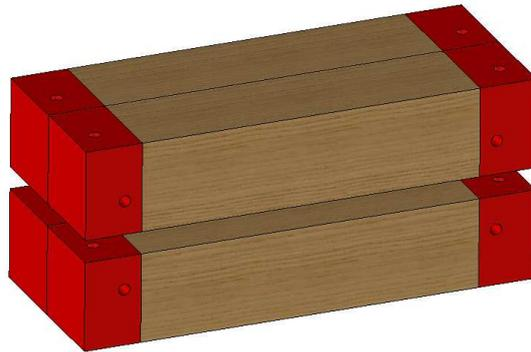

Figure 8 : Carrelets percés
- Faire de même dans l'autre sens (Figure 8).